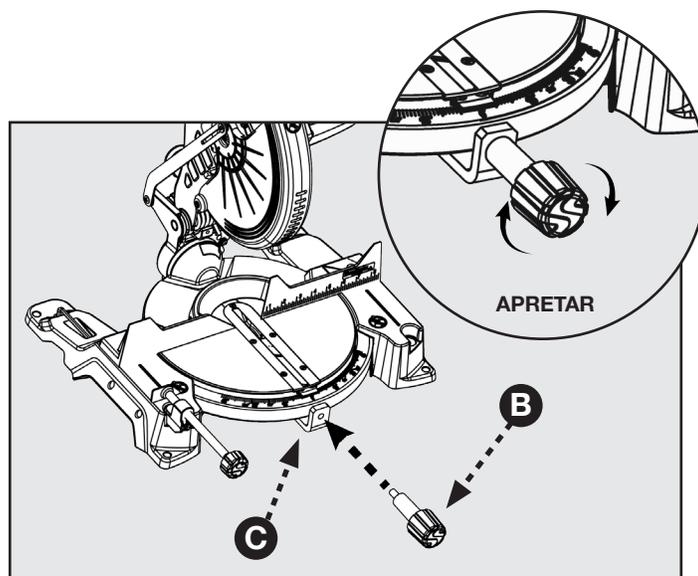

FIGURA 3
1. Consulte la Figura 3 y sujete la perilla de bloqueo de inglete atornillando el extremo de la manija de bloqueo de inglete (B) dentro del orificio roscado (C) en el brazo de control. Apriete girando la perilla de bloqueo hacia la derecha.